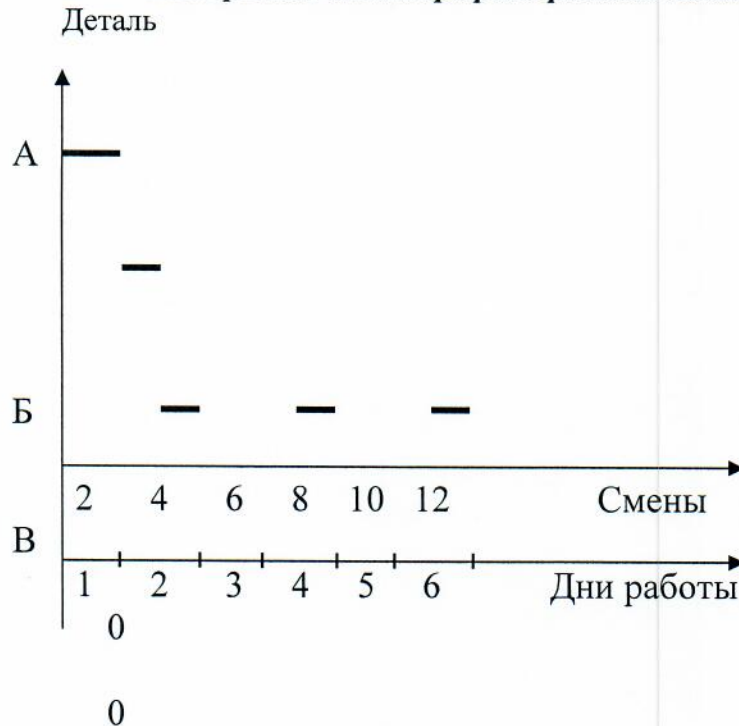

Рис. 1. План-график работы многономенклатурной автоматизированной поточной линии
6. Построение плана-графика работы линии (рис. 1)